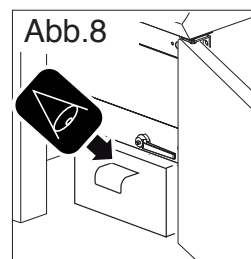

Abb.8
1. Einen (nach Beschaffenheit und Fassungsvermögen) geeigneten Behälter unter den Abflusshahn stellen (Abb. 8).